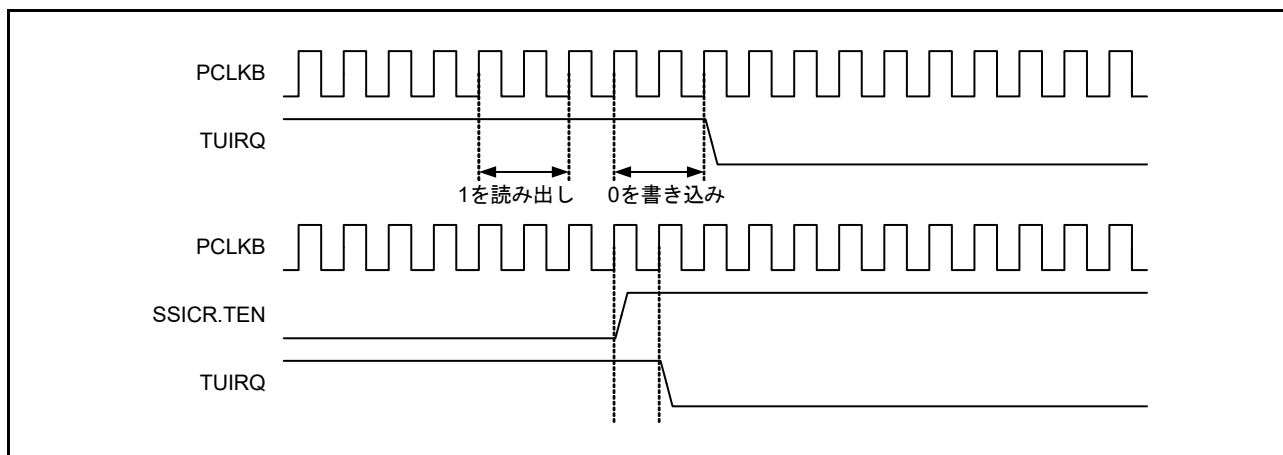

図 33.17 TUIRQ クリアタイミング
1. 本ビットから 1 を読み出した後に、0 を書き込んだとき（図 33.17 に示すタイミングと同じ）
1. 本ビットから 1 を読み出した後に、0 を書き込んだとき (図 33.17 に示すタイミングと同じ)